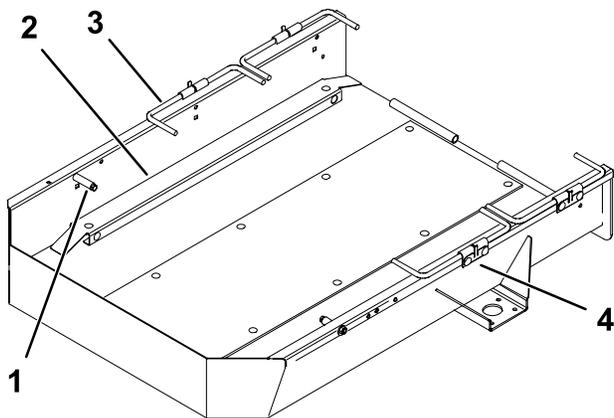

Figura 1
3. Se presenti, rimuovete i dispositivi di fissaggio che fissano gli inserti standard alla parte inferiore della rampa e rimuovete gli inserti (Figura 1).
4. Rimuovete i fermi del rimorchio, le aste delle ruote e le staffe preesistenti dal rimorchio (Figura 1).